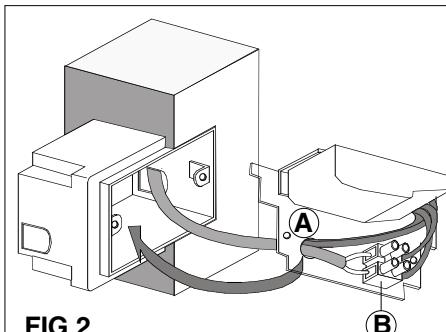

FIG.2
- Collegare il cavo di rete al morsetto collocato sulla piastra **A**. **FIG.2**
- Connect the network cable to the terminal on the plate **A**. **FIG.2**
- Branchez le câble de réseau à la borne située sur la plaque **A**. **FIG.2**
- Fixer la plaque **A** à la boîte électrique type 503 avec les vis autotaraudeuses fournies. **FIG.2**